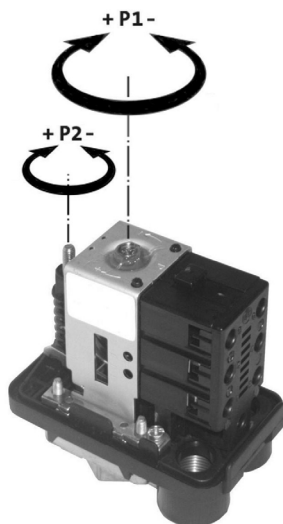

Fig. 6 Presostato
Durante la instalación y la puesta en servicio, puede que sea necesario ajustar las opciones para optimizar el funcionamiento en la instalación específica. Ver fig. 6.
1. Gire el tornillo P1 en el sentido de las agujas del reloj para aumentar la presión de desactivación y en sentido contrario para disminuirla. Ver fig. 6.
Para ajustar la presión diferencial ( $p_{dif}$ ), gire el tornillo P2 en el sentido de las agujas del reloj para aumentar la presión diferencial y en sentido contrario para disminuirla. La presión de desactivación no varía. Ver fig. 6.